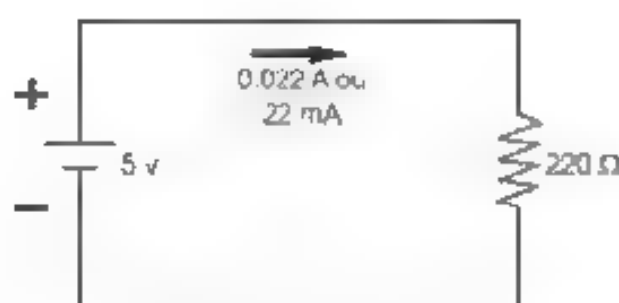

Figura 2.5 – Tensão, corrente e resistência.
A tensão é expressa em volts (V); a corrente, em amperes (A), e a resistência, em ohm (Ω). Dessa forma, o circuito elétrico ilustrado na Figura 2.5, no qual temos uma tensão de 5 V aplicada sobre uma resistência de 220 Ω , produzirá uma corrente de 0,022 A ou 22 mA.